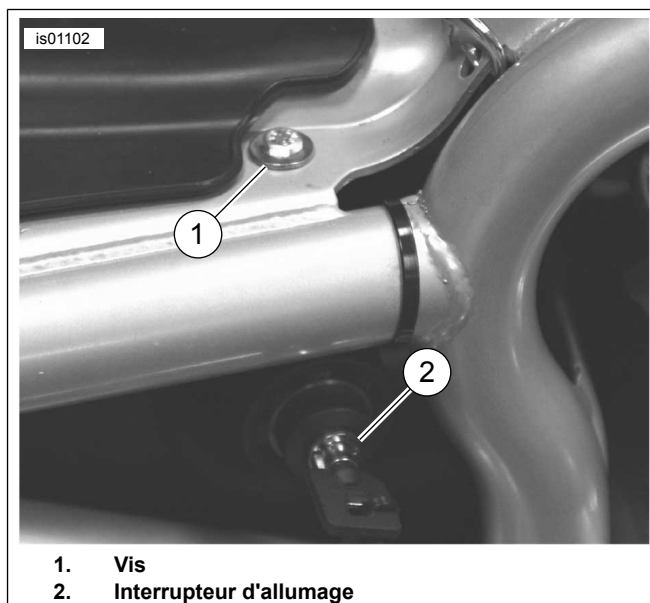

Figure 5. Connexions de masse (Modèles V-Rod 2006 et plus anciens)
1. Voir Figure 5. Retirer la vis (1, sous la selle) qui attache l'interrupteur d'allumage (2) au côté droit du cadre.